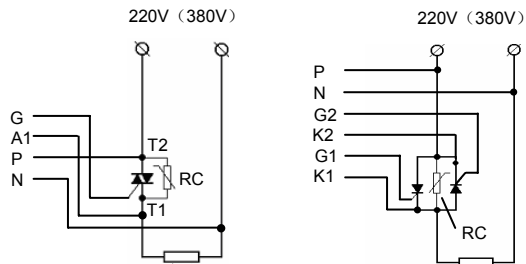

图 17 C2 型接线
1. C2 型单路触发器采用传统触发方式, 需要接同步信号线, 触发有极性要求, 请严格参照前文图 17 接线图连接。